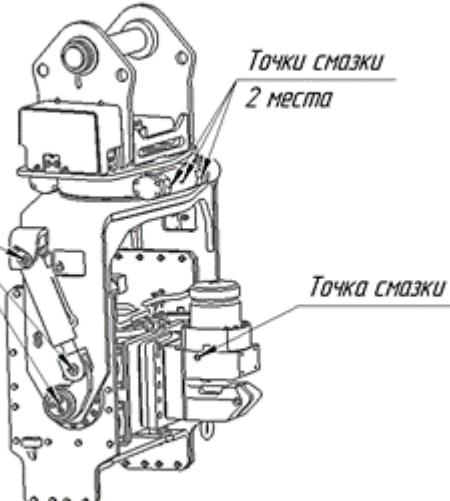

Рис.7 Вибропогружатель
- Произвести смазку точек смазки – рис. 7. Использовать смазки на молибденовой основе.